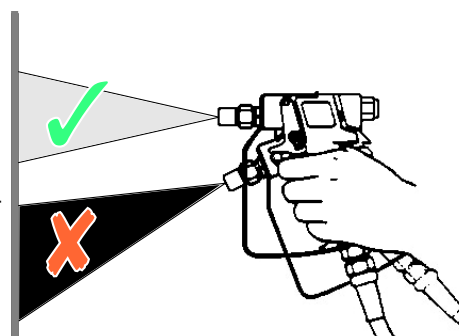

Fig. 16 – Angle de pulvérisation
- Placez le pistolet pulvérisateur à angle droit (90°) par rapport à la surface à revêtir. Si le pistolet pulvérisateur présente un angle différent, le revêtement ne sera pas homogène et il y aura des traces (voir Fig. 16).